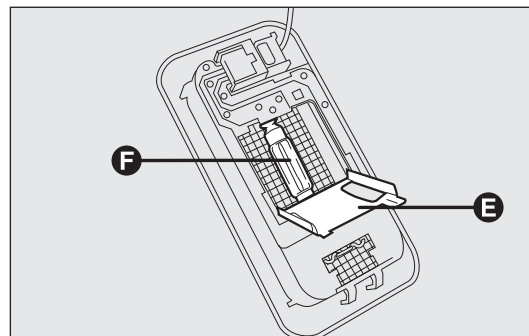

fig. 178
- ☐ ouvrir le volet de protection E-fig. 178 ;